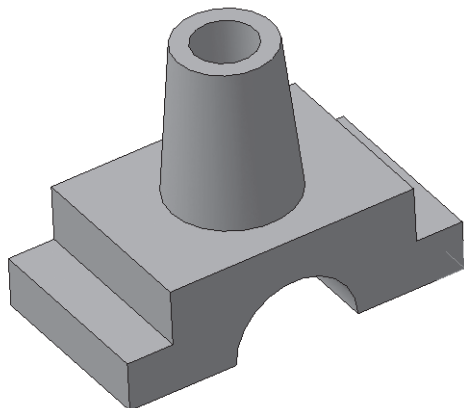

Рис. 180
-  – создайте объект, панель **Специального управления**. Модель будет перестроена в соответствии с новыми параметрами отредактированного элемента (рис. 180).